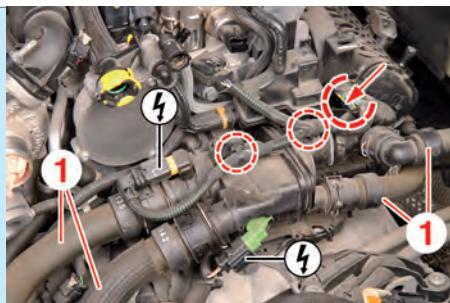

Fig.1
- Débrancher les durits (1) (Fig.1).